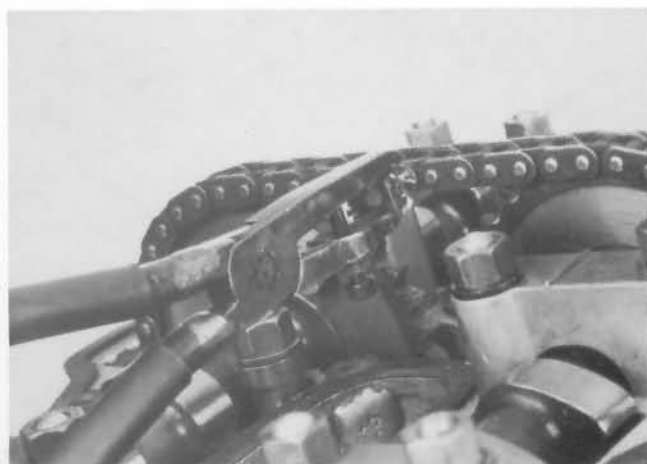

Fig. 33
- 3) Se l'avvertenza è stata rispettata, l'apertura della catena capiterà all'incirca fra i due ingranaggi per cui sarà facile inserire la maglia di giunzione, piegando con l'apposita pinza il pezzetto di filo di acciaio armonico ($\varnothing$ mm 1,2 - lunghezza mm 20) di fermo (Fig. 33).
- 3) If the advise has been followed, the cam chain ends will meet more or less at midway between the sprockets, and then it will be easy to fit the connecting link and to bend the piece of steel safety wire (1.2 mm dia - 20 mm length) (Fig. 33).